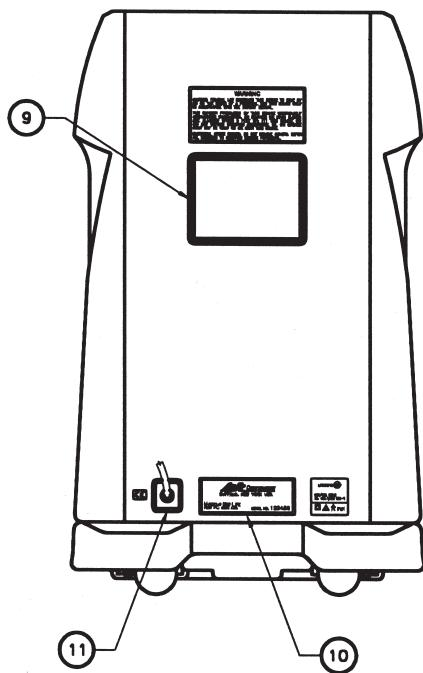

Fig. I.2
I. 2. Face traseira (Fig. I. 2)	3-PT
I. 2. Face traseira (Fig. I. 2)